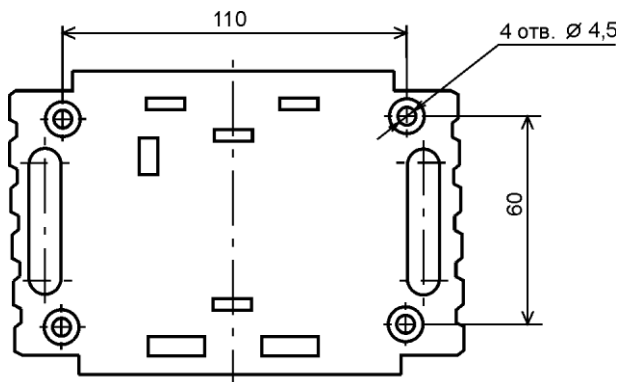
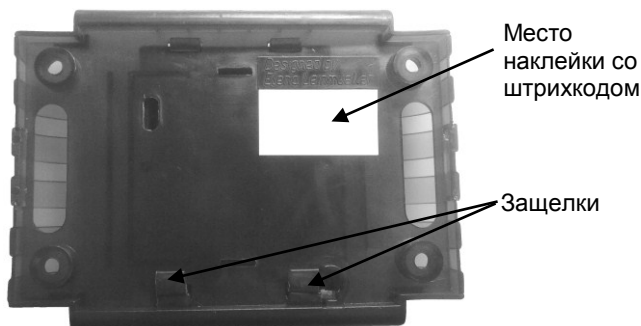

Рисунок 3 – Крепление адаптера (установочные размеры)
Рисунок 5– Вид адаптера снизу
- б) Аккуратно извлечь защелки (рисунок 5) и снять кожух (рисунок 3);